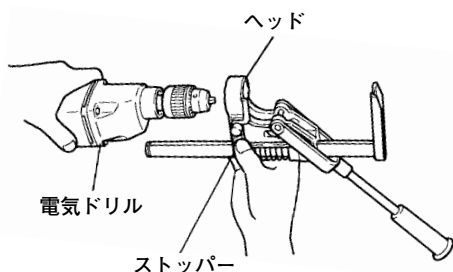

図 4
- (2) 締付けボルトをゆるめ、図4のようにストッパー（黄色の部品）を押しながら電気ドリルをヘッド端面に突き当たるまで挿入します。